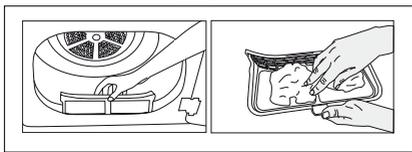

Bild 2
- 2.b) Om produktens skyddsfiler är så som visas i bild 2, tar du bort filtret genom att dra det uppåt.